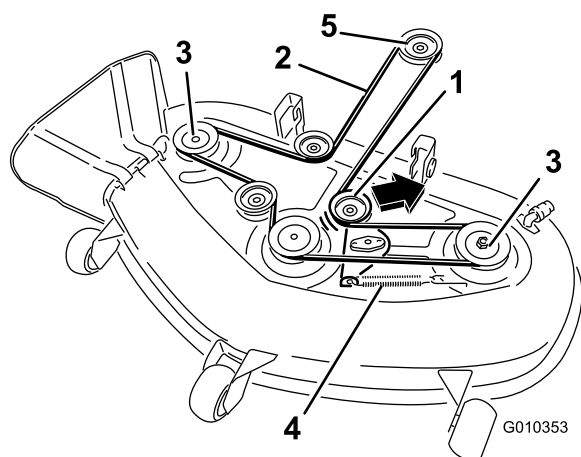

Figure 64
6. Poussez la poulie de tension dans la direction indiquée (Figure 64) et retirez la courroie des poulies.
7. Acheminez la courroie neuve autour de la poulie du moteur et des poulies du tablier de coupe (Figure 64).
8. Tirez la poulie de tension dans la direction indiquée à la Figure 64 et acheminez la courroie autour de la poulie de tension (Figure 64).